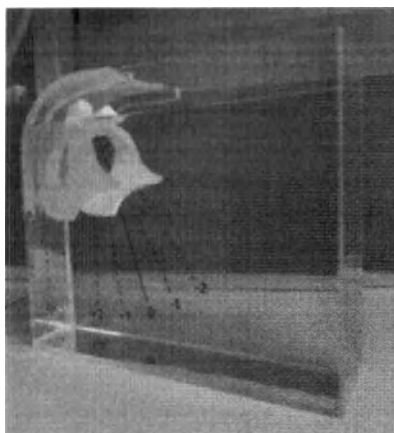

Рисунок 41. Наполнение симулятора водой.
- 1.1.2. Наполнить его водой до уровня тазовых костей (рис. 41).